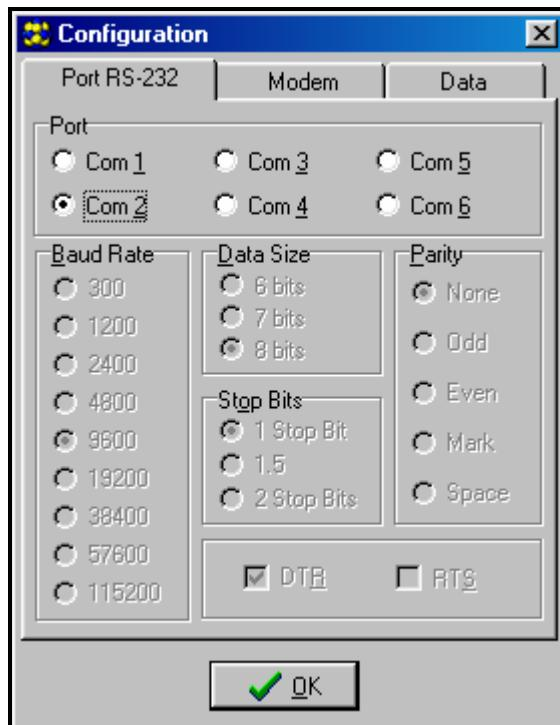

Рисунок 9.
2. Пройти к опциям конфигурации связи с модулем, щелкнув на пиктограмме (или посредством меню **Соединение→Конфигурация**) и выбрать порт, через который компьютер соединяется с портом RS-232 модуля (см. рисунок 9).